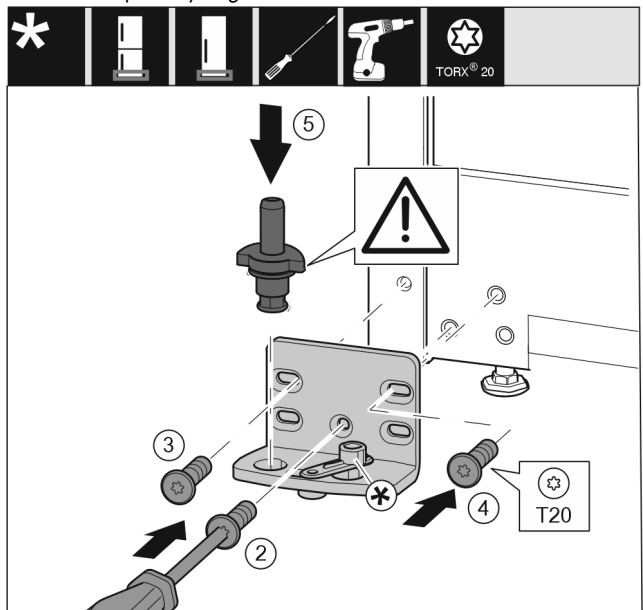

Fig. 36
- ▶ Установите опорный кронштейн с другой стороны и прикрутите с помощью отвертки T20. Начинайте с винта 2 снизу в центре. Fig. 36 (2)
- ▶ Затяните винты 3 и 4. Fig. 36 (3,4)
- ▶ Установите опорный палец в сборе. При этом следите за тем, чтобы выступ фиксатора был направлен назад. Fig. 36 (5)
- ▶ Установите опорный кронштейн с другой стороны и прикрутите с помощью отвертки T20. Начинайте с винта 2 снизу в центре. (2)
- ▶ Поверните соединительный элемент амортизатора закрывания дверей на 180°. Прикрутите с другой стороны опорного кронштейна при помощи отвертки T20. (5)
- ▶ Установите опорный палец в сборе. При этом следите за тем, чтобы выступ фиксатора был направлен назад. (6)